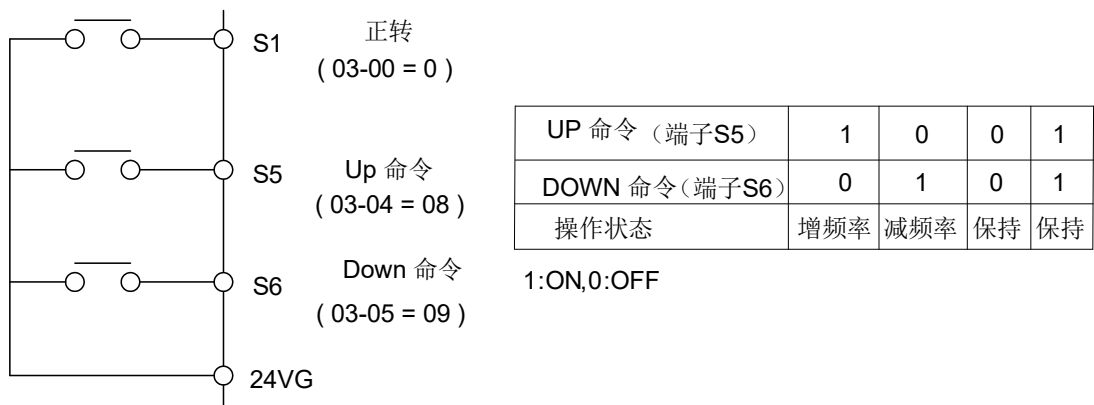
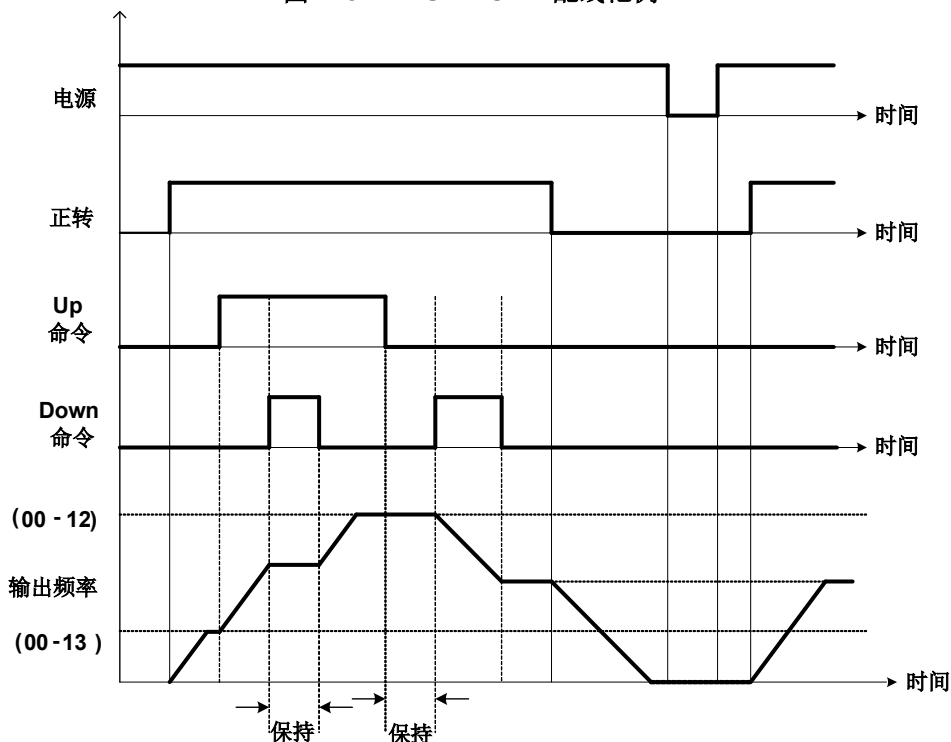

图 4.3.17 UP/DOWN配线范例
图 4.3.18 Up / Down指令时序图
- (1) 只设定单一UP或Down指令。
- (2) 同时开启UP指令及加/减速禁止指令。
- (3) 同时开启Down指令及加/减速禁止指令。
- 关于UP/DOWN配线及时序范例, 参照图4.3.17及图4.3.18。